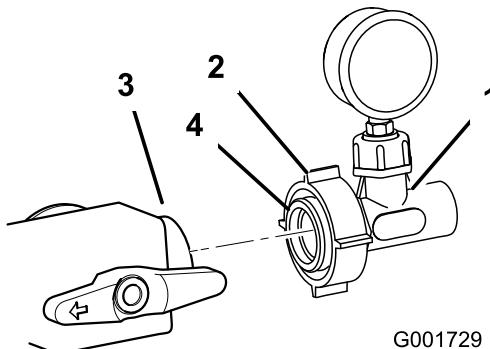

Figura 14
13. Lubrifique o anel de retenção no adaptador com um lubrificante sem petróleo como, por exemplo, óleo vegetal (Figura 14).
(Figura 14). Aperte a porca de plástico para prender a montagem na válvula.